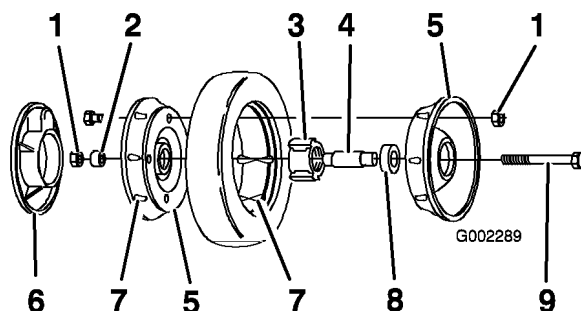

Figura 29
3. Retire el perno, el suplemento de la rueda y la contratuerca que monta la rueda al brazo de pivote (Figura 29).
4. Separe las mitades de la rueda del neumático retirando los 4 tornillos de caperuza y las 4 contratuercas (Figura 29).
Nota: Si retira los cojinetes del conjunto de cojinete/buje, retírelos apretando sobre el suplemento del cojinete (Figura 29).
1. Coloque el neumático en una mitad de rueda, alineando las orejetas en cada pieza (Figura 29).
2. Coloque el conjunto cojinete/buje en el hueco central de la mitad de la rueda. Asegúrese de que las patas del buje están posicionadas sobre la brida del hueco (Figura 29).
3. Coloque la otra mitad de la rueda sobre el conjunto cojinete/buje, alineando las orejetas de la rueda y del neumático y los taladros de montaje (Figura 29).
rueda. Monte los tornillos o pernos en taladros opuestos (Figura 29).
5. Compruebe la alineación de todas las piezas y apriete los tornillos, alternando de uno a otro para que el encaje sea uniforme, hasta que las mitades de la rueda estén juntas (Figura 29).
6. Instale los 2 pernos y 2 contratuercas que retiró anteriormente en los taladros restantes de las mitades de la rueda, y apriételos. Retire los dos tornillos o pernos largos y sustitúyalos por 2 pernos y 2 contratuercas (Figura 29).
7. Instale la rueda en el brazo de pivote con los pernos, un suplemento y una contratuercas. Asegúrese de que el suplemento está colocado entre el buje de la rueda y el brazo de pivote (Figura 29).